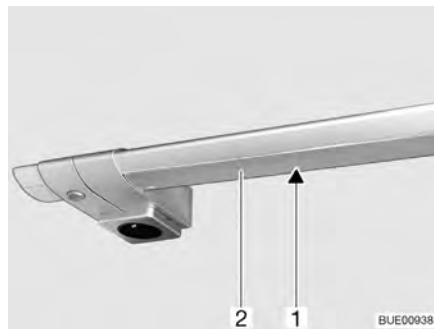

Fig. 212 Luz de la cocina
- Comprimir ligeramente la tapa (Fig. 212,2) con ambas manos y tirarla hacia abajo. Al hacerlo, empezar siempre por el extremo de la izquierda o el extremo de la derecha.
- Extraer la bombilla halógena (Fig. 212,1).